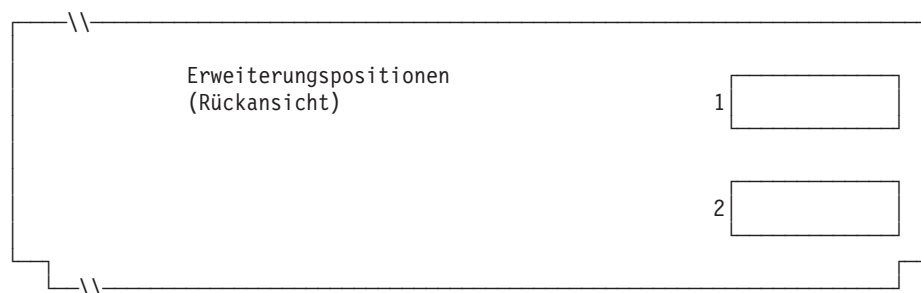

Abbildung 116. Rückseite einer Datenkasse IBM 4694-205
4. In Abb. 116 jede Erweiterungsposition, in der ein Dual-Asynchronadapter **zur Benutzung durch die Kassenprogramme** installiert ist, mit einem X kennzeichnen. Sind die Adapter zur Benutzung durch andere Anwendungen (als die Kassenprogramme) vorgesehen, keine Kennzeichnung vornehmen.